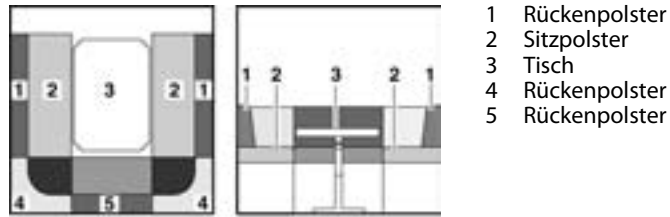

Bild 114 Vor dem Umbau
- Tisch (Bild 114,3) zum Bettunterbau umbauen (siehe Abschnitt 7.7).